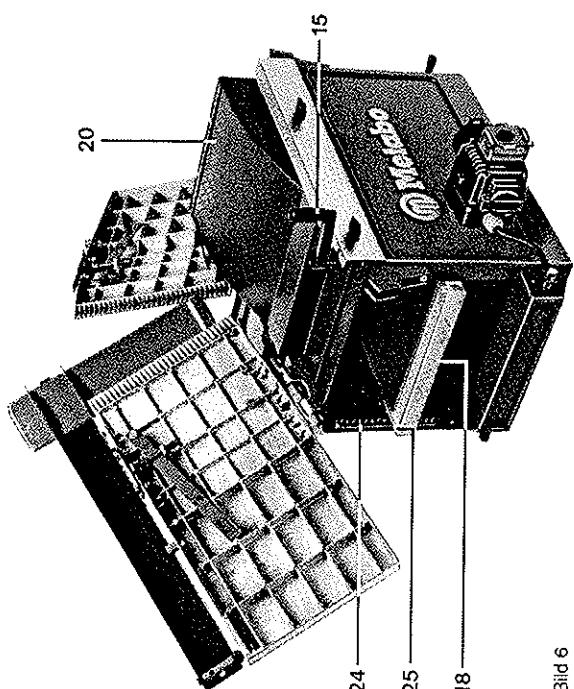

Bild 6
Durch Drehen an der Kurbel (15) (siehe auch Bild 6) im Uhrzeigersinn wird der Dickenhobeltisch (18) angehoben. Eine Umdrehung der Kurbel entspricht einer Veränderung der Durchlaßhöhe um 2,5 mm. Die jeweils eingestellte Durchlaßhöhe ergibt sich aus der Stellung der Aussparung (25) des Dickenhobeltisches gegenüber der Skala (24) (Bild 6).
um 2,5 mm. Die jeweils eingestellte Durchlaßhöhe ergibt sich aus der Stellung der Aussparung (25) des Dickenhobeltisches gegenüber der Skala (24) (Bild 6).
Das Werkstück an der Seite der Maschine, an der sich die Skala (24) (Bild 6) befindet, einführen, mit der abgerichteten Seite nach unten auf den Dickenhobelstisch auflegen und verschieben, bis es vom mechanischen Vorschub erfaßt wird.